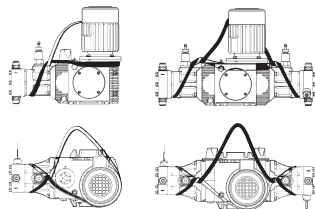

図3 ベルトのかけ方
- ・ポンプはオイルが封入されたまま搬送されますので、開梱の際はポンプにベルトをかけて水平に持ち上げて下さい（図3）。